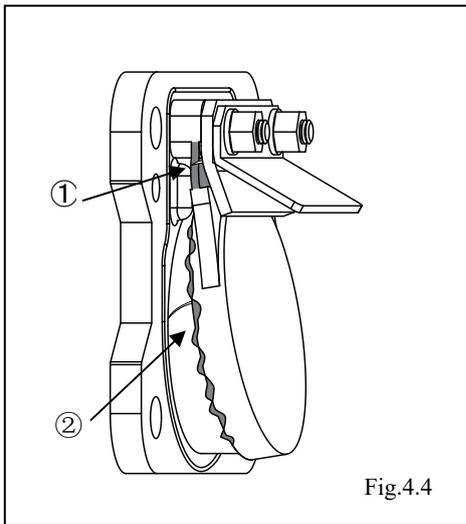

Fig.4.4
- 若①上有皴裂及②上存在裂纹时，则需更换新品。〈Fig4.4〉